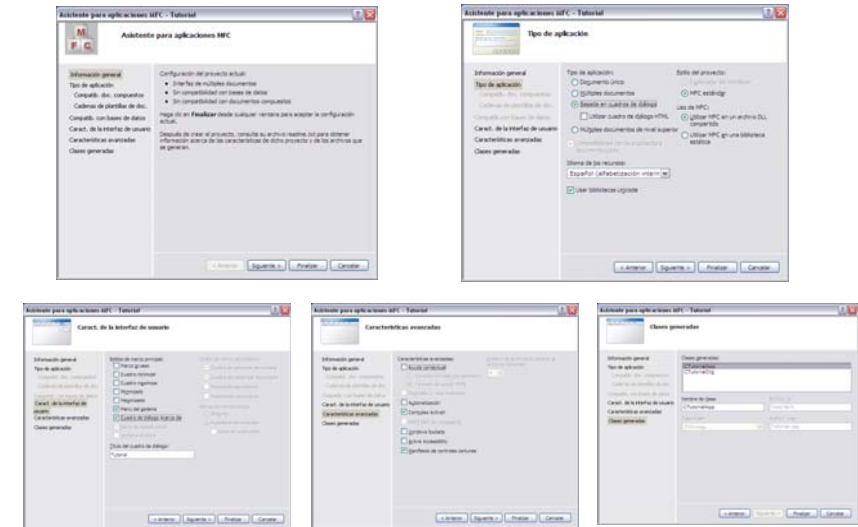

Figura 2. Diálogos de los cinco pasos para la creación de un proyecto.
- Ajusta los parámetros tal como se muestra en la Figura 2 (es importante usar las MFC como DLL compartida si se va a usar la librería **VRStdIO**).